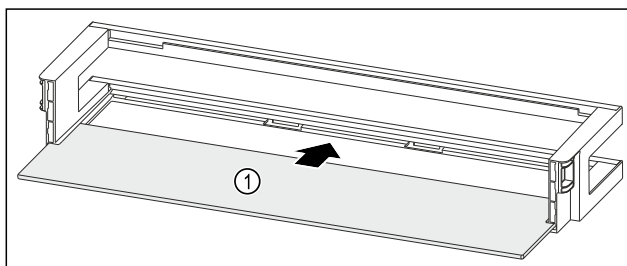

Fig. 117 Vratna polica z odlagalno polico
- ▶ Odlagalno polico Fig. 117 (1) vstavite v stranske utore.